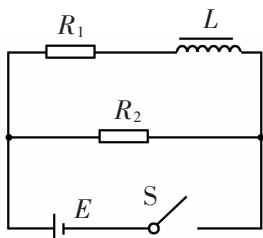

图 1-6-9
3. 如图 1-6-9 所示，电源的电动势  $E=15\text{ V}$ ，内阻忽略不计， $R_1=5\ \Omega$ ， $R_2=15\ \Omega$ ，电感线圈的电阻不计，求当开关  $S$  接通的瞬间、 $S$  接通达到稳定时及  $S$  切断的瞬间流过  $R_1$  的电流.